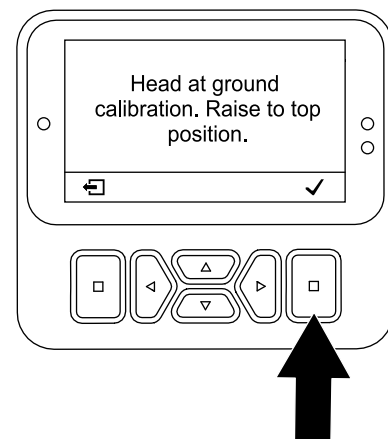

Bild 108
- Wenn die Tines beginnen, in den Boden einzudringen – drücken Sie die Auswahlstaste (Bild 108) und führen Sie die Anwendung BODENHÖHE EINLERNEN aus, siehe [Ausführen der Anwendung Teach Ground Height \[Bodenhöhe einlernen\] \(Seite 41\)](#).